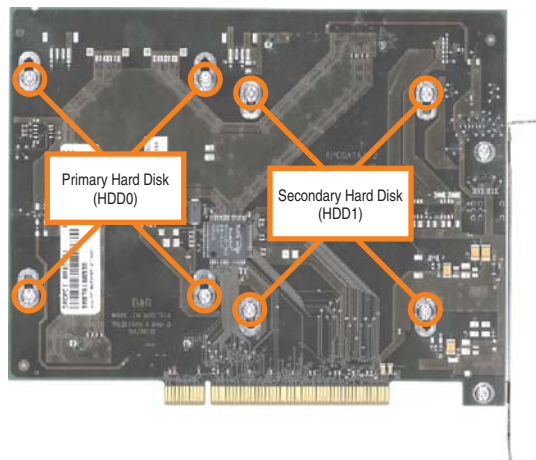

Abbildung 273: Rückseite des SATA RAID Controllers Schraubenzuordnung
- Lösen der richtigen 4 Befestigungsschrauben (M3x5) - siehe Abbildung 273 "Rückseite des SATA RAID Controllers Schraubenzuordnung", auf Seite 476.